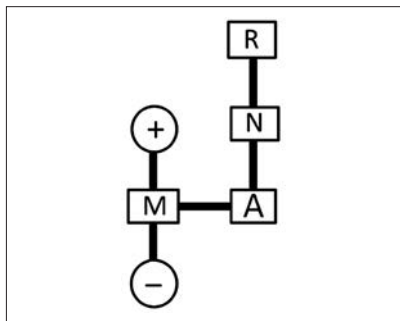

Рис. 77. Схема рычага переключения передач
Рычаг переключения передач имеет две линии (рис. 77) – одна для переключения из нейтрального положения (N) на задний ход (R) или автоматический режим (A) и другая